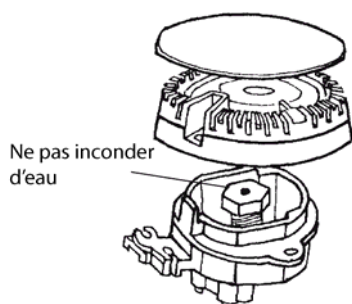

Fig. 24
- Lors du nettoyage de la table de cuisson, évitez d'utiliser une quantité d'eau trop abondante afin qu'elle ne s'accumule pas dans les renforcements de la table de cuisson et inonde les buses (Fig. 24). Si la buse est inondée, le brûleur ne s'allume pas.